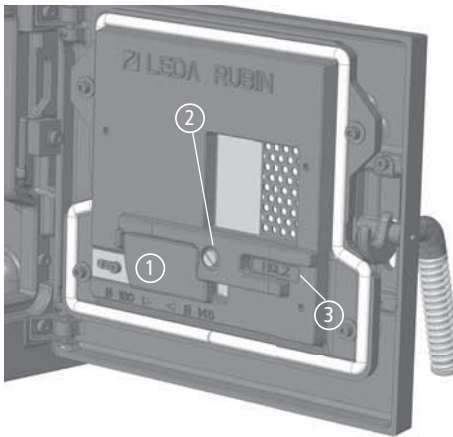

Abb. 3.4 Brennstoff-Einstellung „Holz“ in der geöffneten Aschefachtür
Liegt die flächige Seite ① des Brennstoffwählers ② links, ist die Luftzufuhr für den Brennstoff Scheitholz oder Holzbrikett eingestellt - in der Aschefachtür ist der Schriftzug „Holz“ ③ sichtbar (siehe Abb. 3.4). Für den Betrieb mit Braunkohlebrikett wird der Brennstoffwähler nach rechts gedreht - in der Aschefachtür ist dann der Schriftzug „Brikett“ ④ sichtbar (siehe Abb. 3.17).
Brennstoffwähler:	Stellung Holz (s. Abb. 3.4)